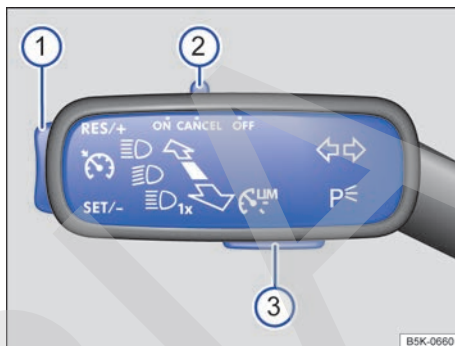

Fig. 147 En el lado izquierdo de la columna de dirección: mando y teclas para manejar el limitador de velocidad.
– Desplace el mando → fig. 147 ② a la posición **ON**.